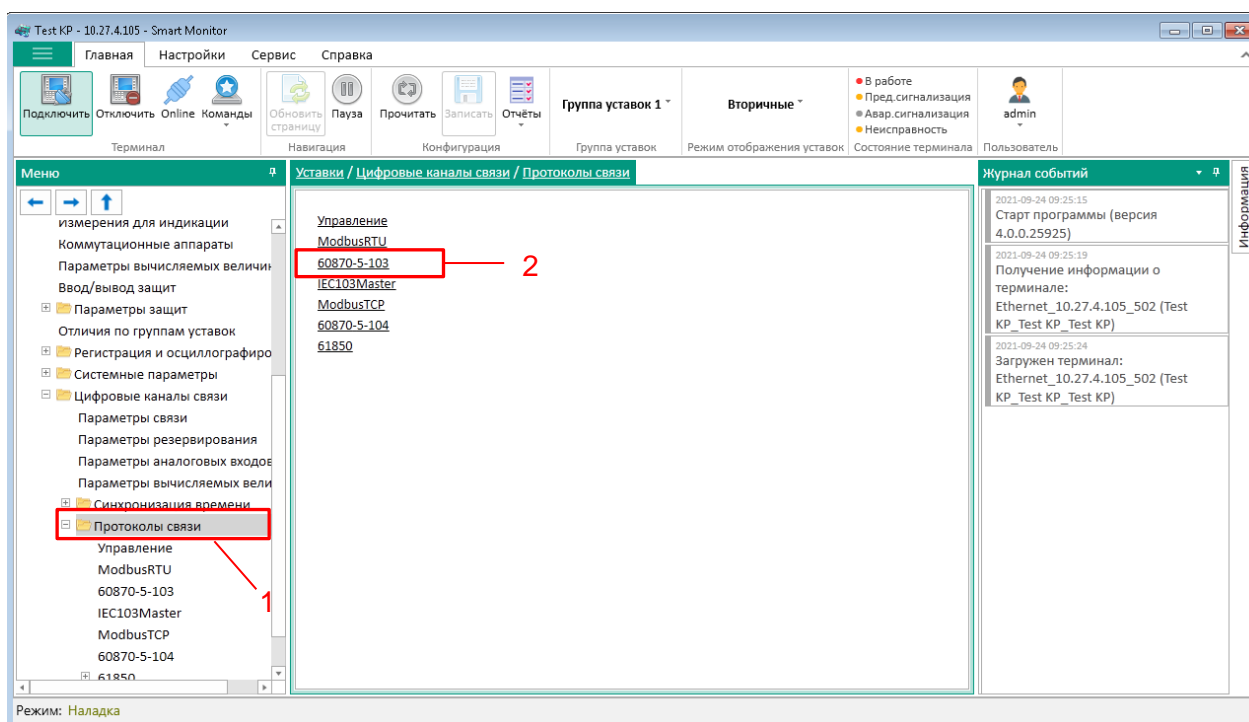

Рисунок 7 – Окно **Протоколы связи**
3.2.1 В «дереве» проекта программы Smart Monitor выбрать пункт меню **Уставки** → **Цифровые каналы связи** → **Протоколы связи** (см. рисунок 7, поз. 1), щёлкнув один раз левой кнопкой мыши на соответствующий пункт «дерева» проекта. Откроется окно **Протоколы СВЯЗИ**.
3.2.2 На вкладке **Протоколы связи** выбрать протокол МЭК 60870-5-103: **60870-5-103** (см. рисунок 7, поз. 2).